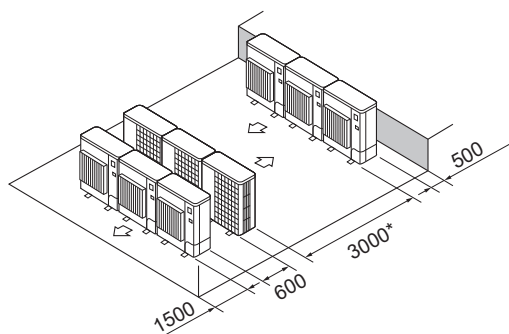

Abb. 2-14
- ⑥ Mehrfachanlagen in paralleler Anordnung (Abb. 2-14)